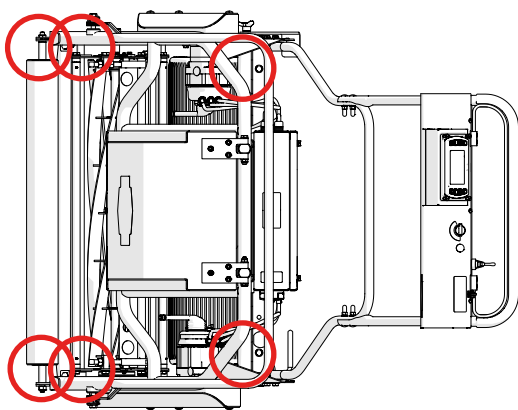

Fig.24. Puntos de anclaje para transporte.
- Ancle la máquina al suelo o al palet utilizando unas correas de fijación adecuadas. La Fig. 24 indica los puntos de anclaje.